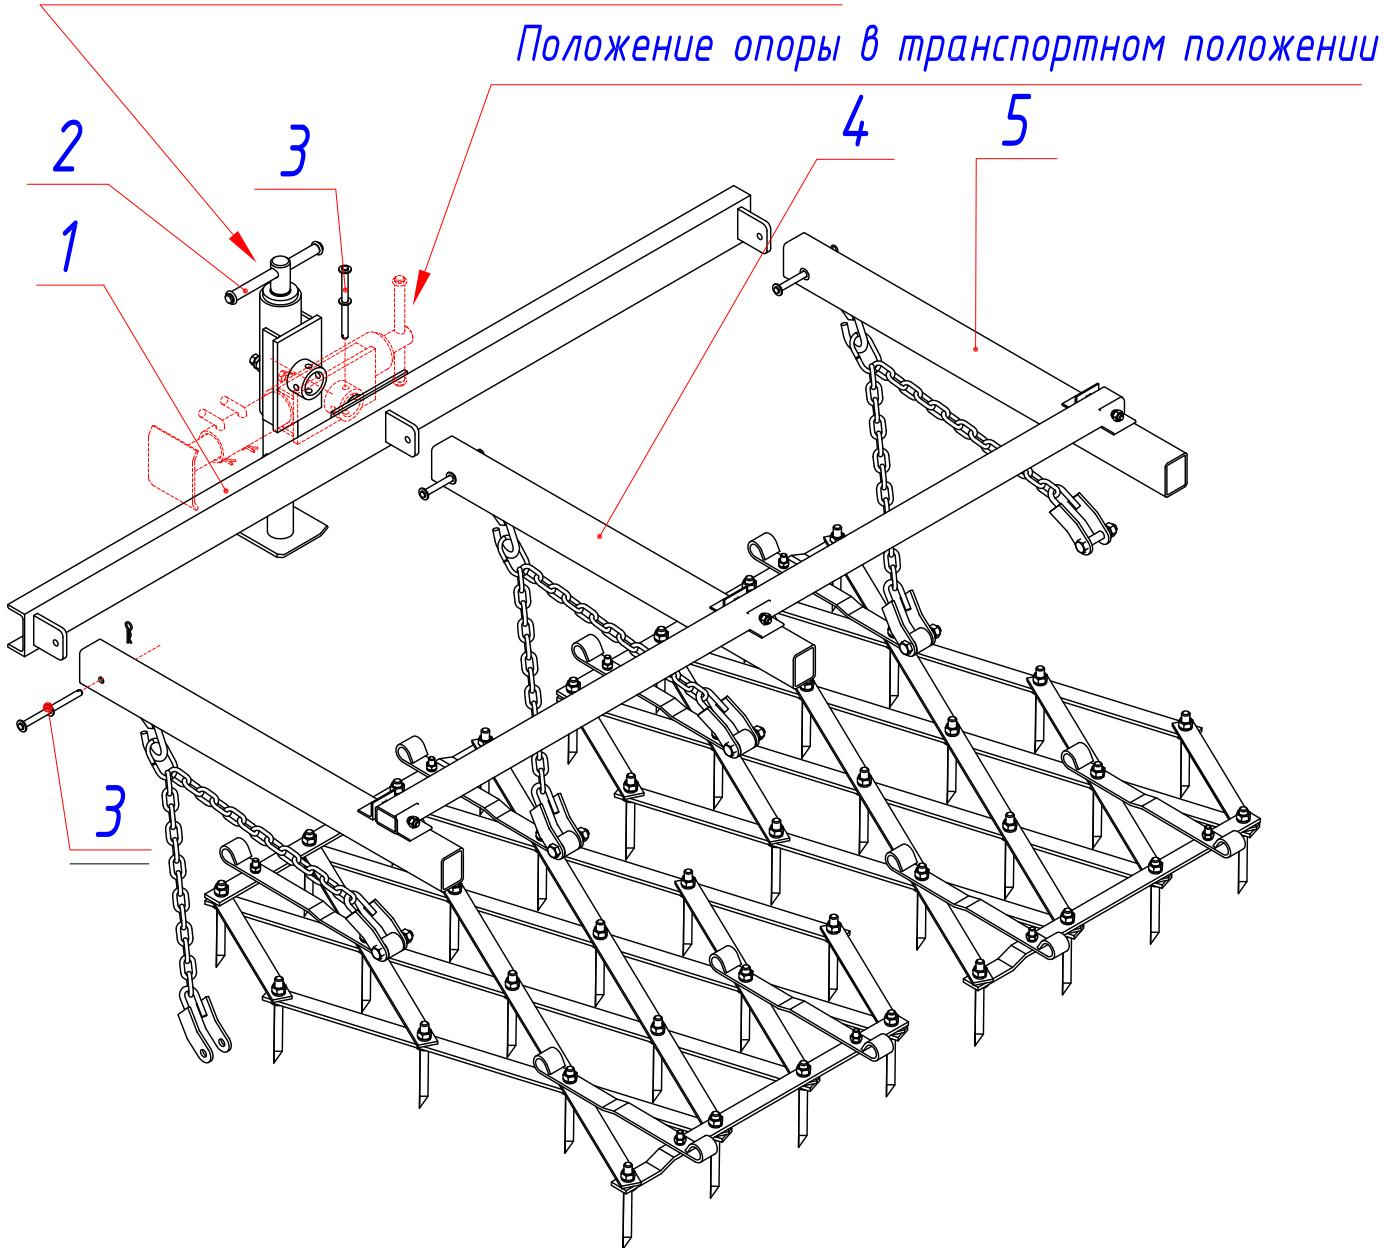

Рис.12 Задняя регулируемая опора.
2.1.9 Задняя регулируемая опора 2 (рис.12) служит для удерживания сцепки в рабочем положении при отсоединении сцепки от трактора. Опора устанавливается на ось поперечины 1 закрепленной на штангах 4 и 5 центральной секции и фиксируется в рабочем или в транспортном положении фиксатором 3.
- отсоединять сцепку в рабочем положении от трактора без установленной задней выносной опоры 5а рис.1 в рабочем положении (см. рис.12).
- установить на балке штанги 4 и 5 (рис. 12) соединив их поперечиной 2 (рис.8);
- закрепить в штангах балку 1 (рис.12) фиксаторами 3;
- установить на балке 1 (рис.12) опору 2 оперев пяту опоры на твердую поверхность;